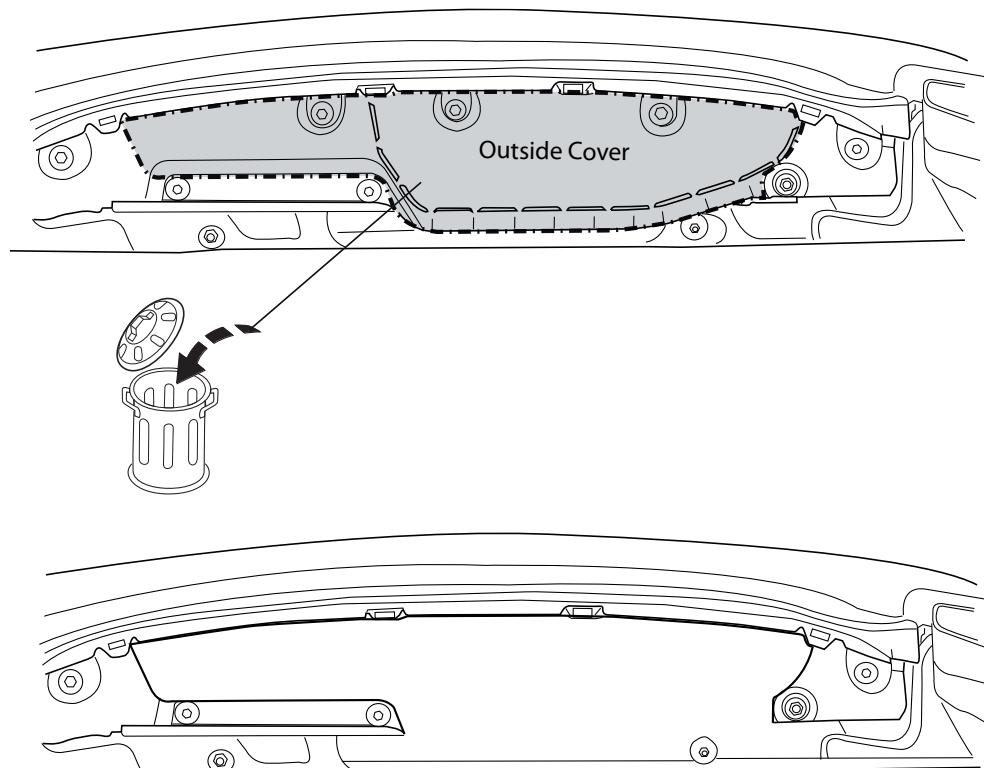

Fig.4
8. Saw a portion out of the cover plate as shown in figure 4.
8. Gemäß Abb. 4 einen Teil aus der Abdeckplatte heraussägen. Gemäß Abb. 5 die angegebene Teil abschneiden.
8. Scier une partie de la plaque de protection conformément à la figure 4.